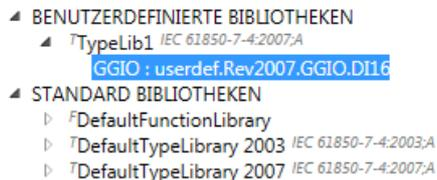

Bild 4-18 Duplizierter logischer Knoten in einer benutzerdefinierten Bibliothek
- Klicken Sie in der benutzerdefinierten Bibliothek auf den duplizierten logischen Knoten (im Beispiel im Bild 4-18: „GGIO : userdef.Rev2007.GGIO.DI16“), das duplizierte Datenobjekt oder die duplizierte Funktion.